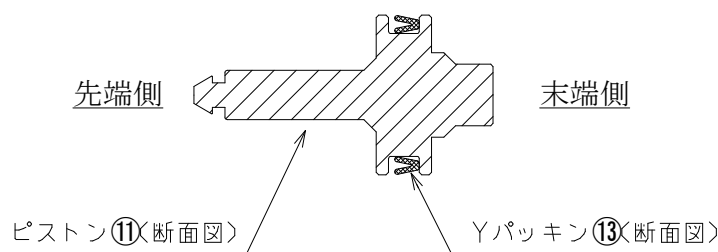

図3. 組付け時のYパッキンの向き
（Yパッキン⑬の溝をピストン⑪の先端側に向けて組み付けてください。）（図3参照）